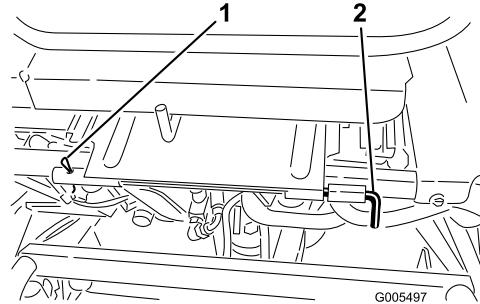

Figura 37
3. Baje el asiento y retire el pasador que fija la varilla de pivotaje del asiento al bastidor (Figura 37).